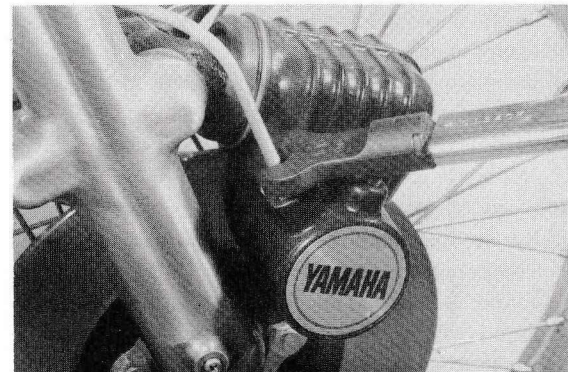

Fig. 3-3-41
- 2) Installera bromsröret. (Se Fig. 3-3-41)
- 2) Installering af bremserør. (Fig. 3-3-41)